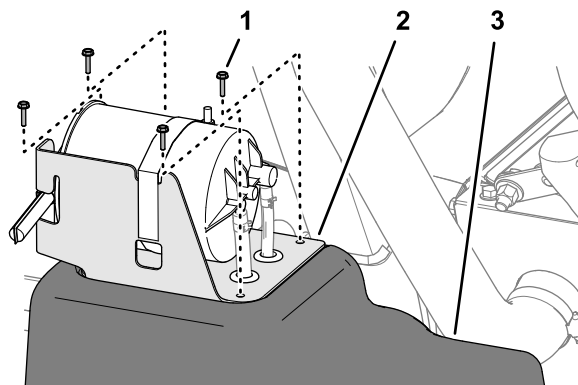

Figure 80
2. Sur le réservoir de carburant, retirez les 4 vis (n° 10 x 3/4 po) qui fixent le support du filtre à charbon actif au sommet du réservoir de carburant (Figure 80).